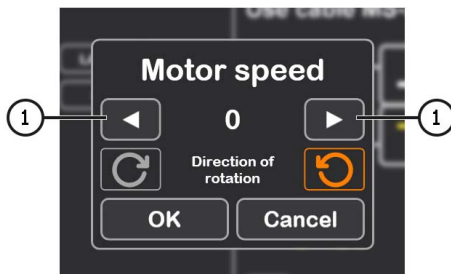

Рисунок 26.
4.1. После активации режима диагностики откроется окно предварительной проверки генератора см. рис. 26.
4.2. Кнопками управления приводом генератора (см. поз. 1 рис. 26) установите скорость вращения шкива генератора в пределах от 100 до 150 об/мин.
4. Перед активацией режима диагностики появиться откроется окно предварительной проверки генератора см. рис. 26.
4.1. Кнопками управления приводом генератора (см. поз. 1 рис. 26) установите скорость вращения шкива генератора в пределах от 100 до 150 об/мин.
5. После нажатия на кнопку **«Automatic test»** появится откроется окно предварительной проверки генератора см. рис. 26.
5.1. Кнопками управления приводом генератора (см. поз. 1 рис. 26) установите скорость вращения шкива генератора в пределах от 100 до 150 об/мин.
5. Нажмите на кнопку **«Manual test»**, откроется окно предварительной проверки генератора см. рис. 26.
6.1. Кнопками управления приводом генератора (см. поз. 1 рис. 26) установите скорость вращения шкива генератора в пределах от 100 до 150 об/мин.